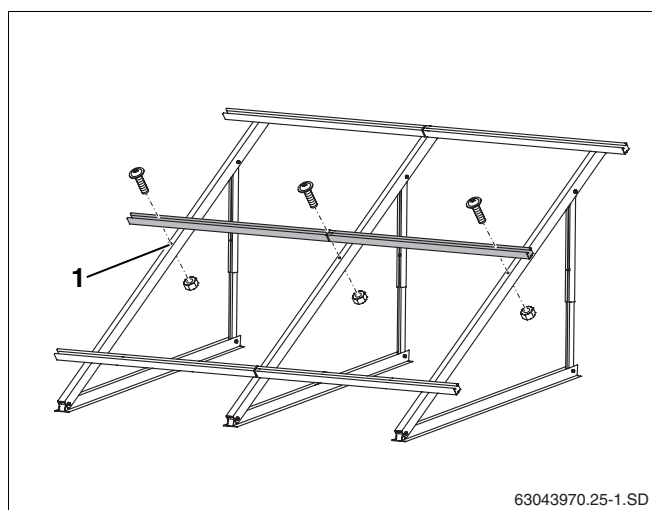

Fig. 35 Montaggio delle guide profilate supplementari
- ▶ Fissare le guide profilate supplementari nel foro centrale del profilo come descritto in capitolo 5.5.2 "Montare le guide profilate" (fig. 35, **pos. 1**).